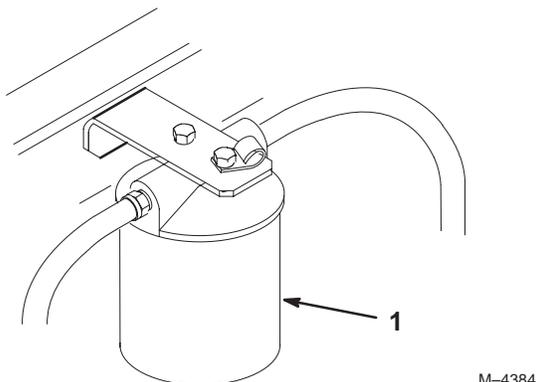

Figure 50
4. Placez un bac de vidange sous le filtre, déposez le filtre usagé et essuyez la surface du joint de l'adaptateur (Fig. 50).